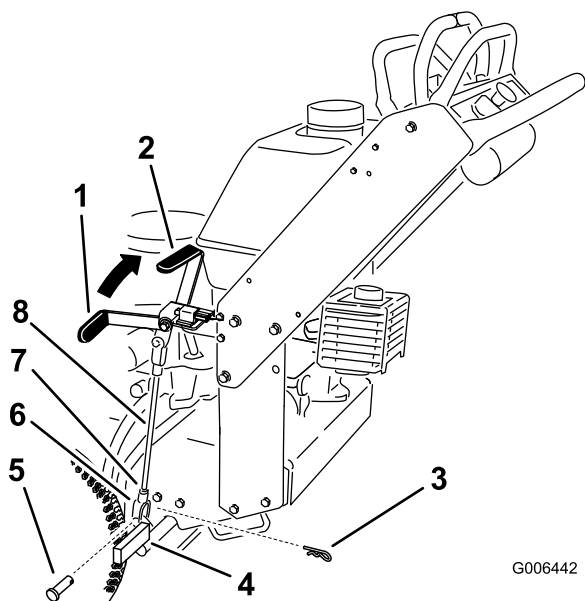

Bild 36
Hinweis: Wenn die Bremse aktiviert ist, sollte der Bremshebel auf 1 Uhr stehen (Bild 36).
5. Lösen Sie die obere und untere Klemmmutter (Bild 36).
6. Entfernen Sie zum Einstellen der Bremse den Splint und den Lastösenbolzen vom unteren Bremshebel (Bild 36).
7. Drehen Sie die Bremsstange in den Jochs. Zum Anziehen der Bremse verlängern Sie die Stange zwischen den Jochs. Zum Lösen der Bremse verkürzen Sie die Stange zwischen den Jochs (Bild 36).
8. Befestigen Sie das Joch mit dem Splint und dem Lastösenbolzen am unteren Bremshebel (Bild 36).
9. Ziehen Sie die obere und untere Klemmmutter an (Bild 36).